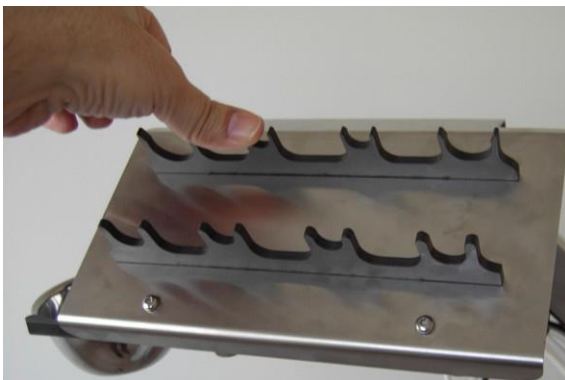

Figura 3-17. Introducción del soporte superior de las piezas manuales
4. Empuje el soporte de piezas manuales, como se muestra en la Figura 3-17.